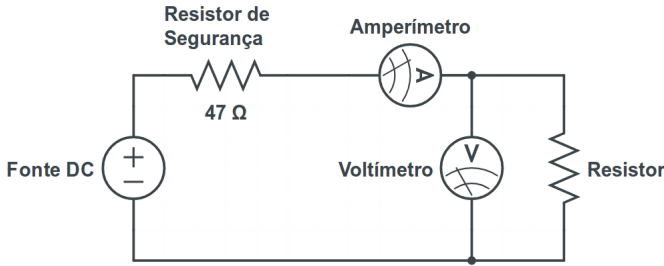

Figura 1: Circuito 01
Monte o circuito ilustrado na figura 1 utilizando a resistência de 47Ω como um resistor de segurança para impedir altas correntes.
1. Os resultados calculados concordam com os valores nominais? O amperímetro e o voltímetro utilizados no circuito 01 (figura 1) interferem nas medidas? Justifique!
Monte o circuito 01 (figura 1), mantendo o resistor de segurança e utilize como elemento resistivo o resistor de $1K\Omega$. Varie a tensão na fonte DC, aplicada ao circuito, e obtenha 8 valores para a tensão (no voltímetro) em função da corrente (no amperímetro), anote na tabela 5. Atenção para o valor máximo de corrente que pode ser aplicado ao resistor sem danificá-lo, $i_{máx}$, calculado anteriormente na tabela 1.